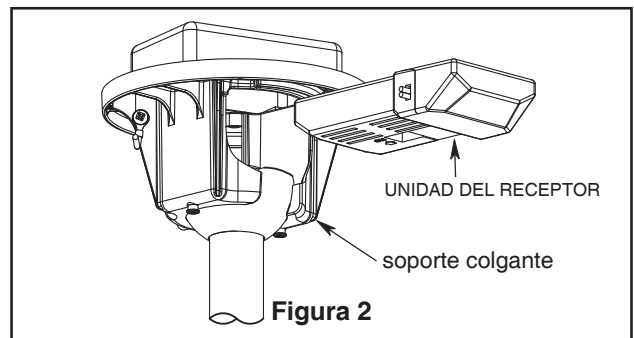

Figura 2
1. Fije bien la abrazadera para colgar a la caja de salida con los tornillos y las arandelas provistas con la caja de salida. (Figura 2)
1. Deslice la unidad del receptor en el extremo abierto del soporte colgante. (Figura 2)